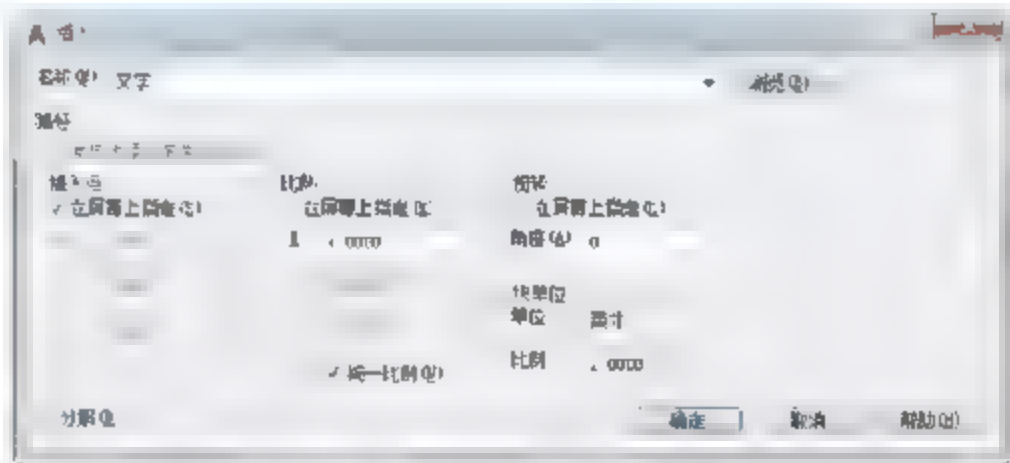

图7-35 选择名称
- 02 单击【块定义】面板中的【创建块】按钮, 弹出【插入】对话框，在【名称】下拉列表框中选择【文字】，如图7-35所示。